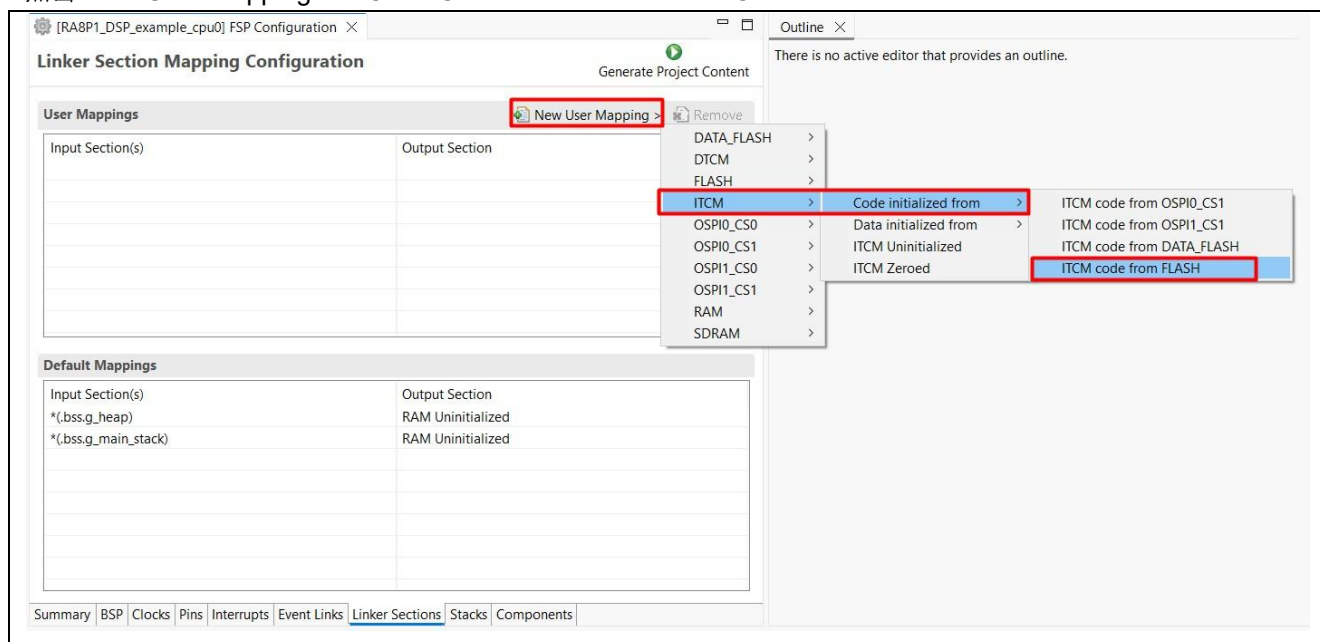
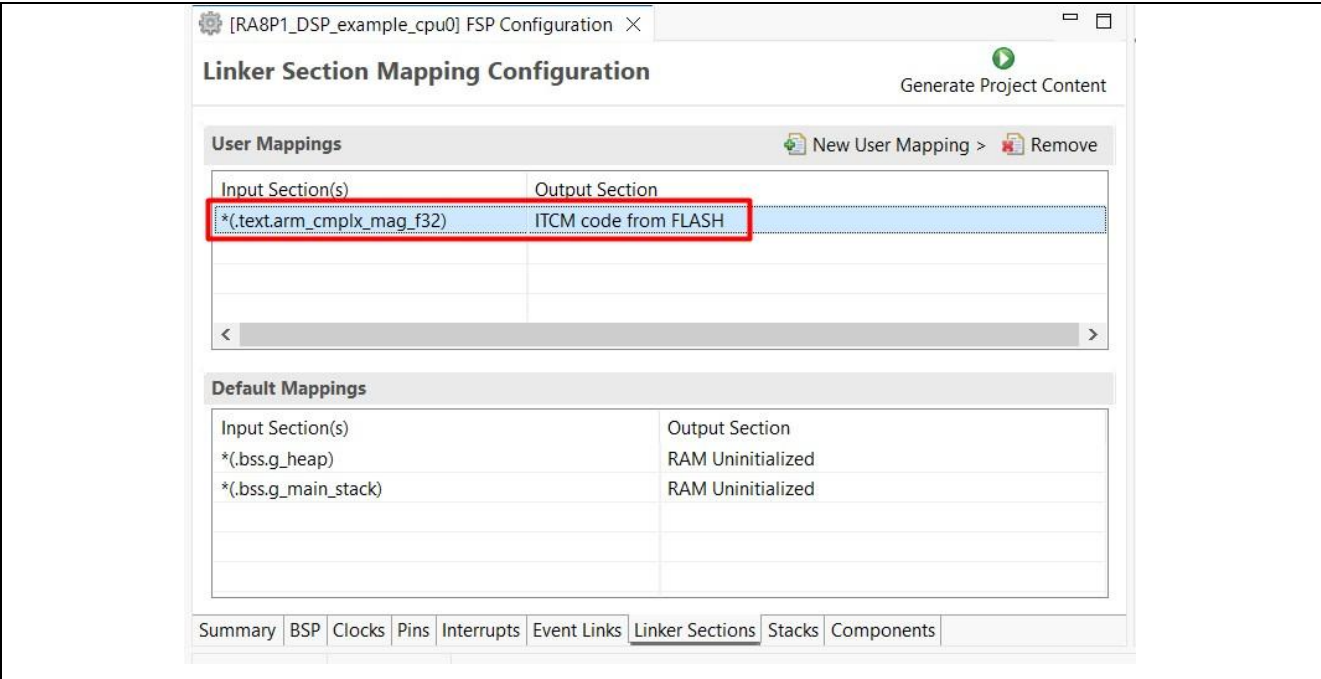

图 24. 为 ITCM 定义新段映射的示例
图 26. ITCM 段中函数设置成功示例。
4. 将函数 arm\_cmplx\_mag\_f32 分配到指定的 ITCM 段（图 24 至图 26）。
完成图 26 所示的配置后，按照以下步骤应用更改：点击"Generate Project Content"，然后选择"Build Project"来生成代码并编译更新后的项目配置。